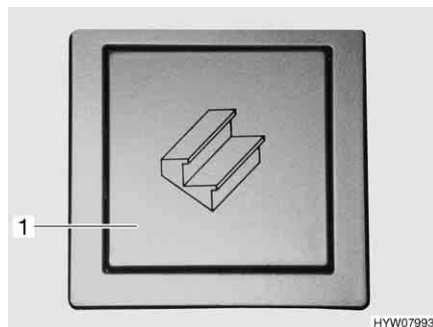
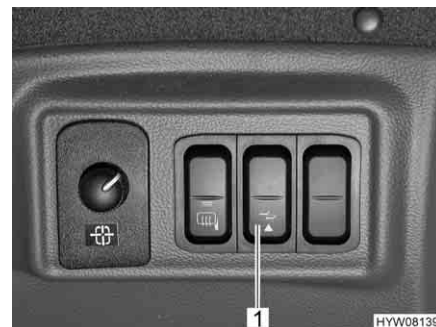

Fig. 4 Interruttore a bilico dello scalino di ingresso (zona di ingresso)
Fig. 5 Interruttore a bilico dello scalino di ingresso (cruscotto)
**Inserimento:** ■ Premere l'interruttore a bilico (Fig. 4,1) nella zona di ingresso oppure l'interruttore a bilico (Fig. 5,1) sul cruscotto nella cabina di guida.
**Estrazione:** ■ Premere l'interruttore a bilico (Fig. 4,1) nella zona di ingresso.